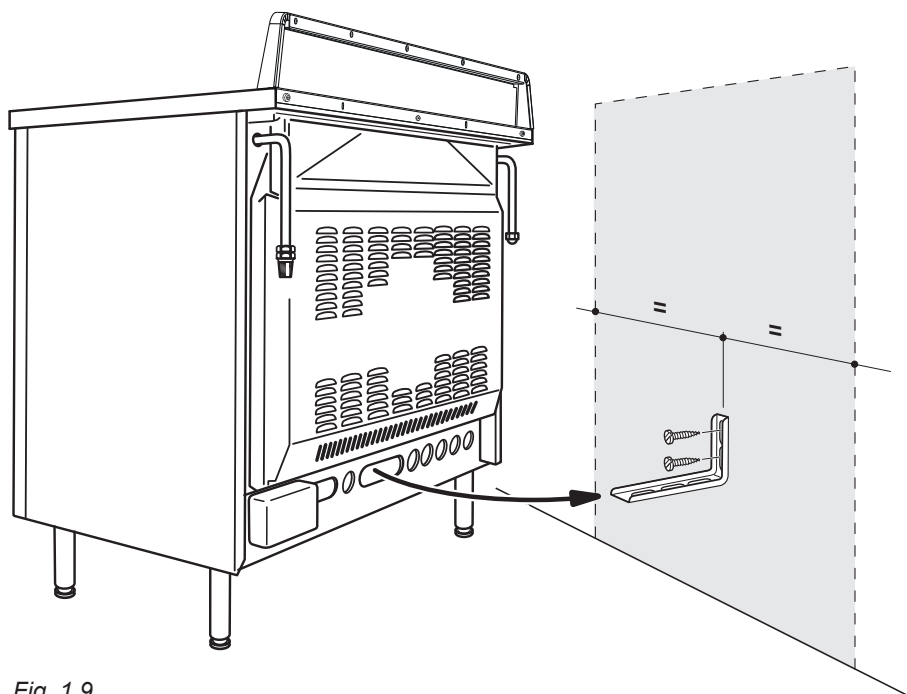

Fig. 1.9
4. Avvicinare la cucina alla parete e regolare l'altezza della staffa antiribaltamento in modo che possa inserirsi nella fessura sul retro della cucina, come mostrato in fig.1.9.